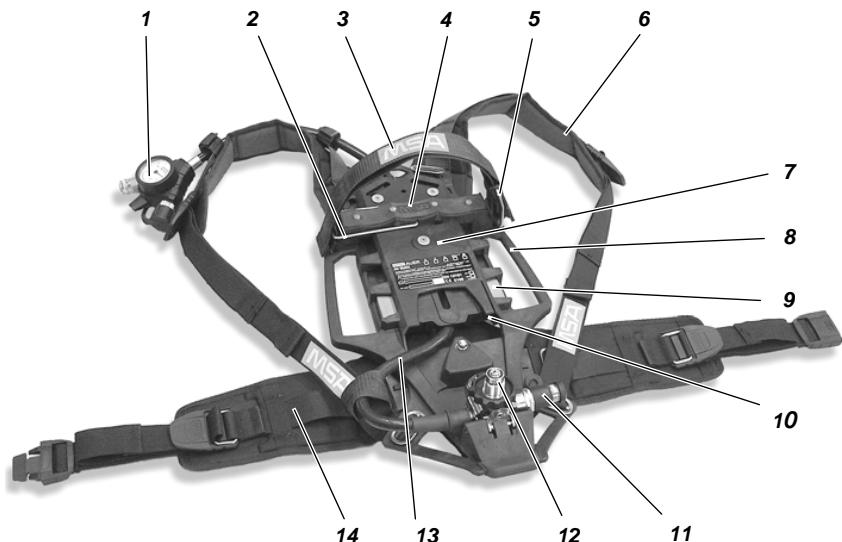

Fig. 1 AirMaxx SL Aparelho de respiração autónoma
- (1) Coloque o aparelho de respiração autónoma horizontalmente, de forma a que a parte posterior fique virada para cima (consulte a Fig. 1).
- (2) Coloque o separador do cilindro (2) na posição horizontal e no lado contrário ao grampo de tensão (5), até prender.
- (3) Verifique se a junta do redutor de pressão (12) está em boas condições.
- (1) Coloque o aparelho de respiração na posição horizontal com a parte posterior virada para cima (consulte Fig. 1).
- (2) Articule o separador do cilindro (2) na posição vertical até prender.
- (3) Se não estiver nenhuma peça em T ligada ao redutor de pressão (12), verifique as juntas do redutor de pressão e a peça em T e aperte ligeiramente a peça em T.